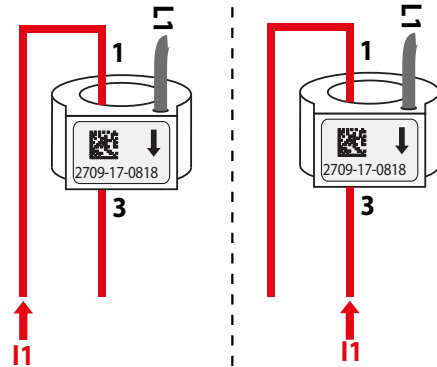

Fig.2
1.3 indica anche il verso corretto della corrente, nel caso venisse indicato **3.1** significherebbe che la corrente I1 ha il verso sbagliato, come indicato in Fig.2
1.3 also indicates the correct direction of the current, in the case if **3.1** was indicated it would mean that the current I1 has the wrong direction, as shown in Fig.2
1.3 indique également la direction correcte du courant, dans le cas si 3.1 était indiqué, cela signifierait que le courant I1 a le mauvaise direction, comme indiqué sur la Fig.2
1.3 gibt in diesem Fall auch die richtige Richtung des Stroms an Wenn **3.1** angezeigt würde, würde dies bedeuten, dass der Strom I1 die hat falsche Richtung, wie in Fig.2
1.3 también indica la dirección correcta de la corriente, en el caso si se indicó **3.1** significaría que el I1 actual tiene el dirección incorrecta, como se muestra en la Fig.2